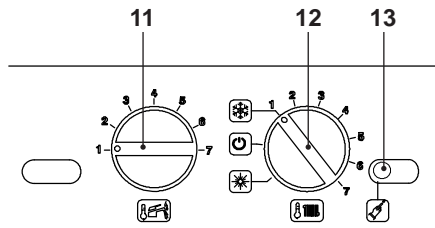
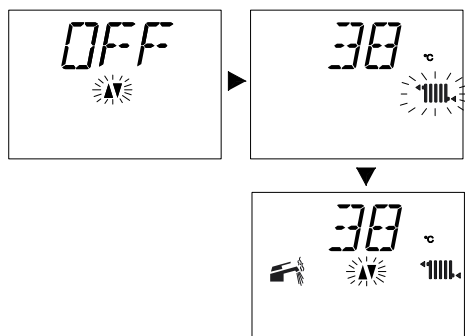

Fig. 6.5
Fig. 6.6
- Ruotare il selettore di funzione 12 come indicati in Fig. 6.5, la caldaia è nella funzione "attesa inverno" nel LCD comparirà l'indicazione visiva riportata nella Fig. 6.6.